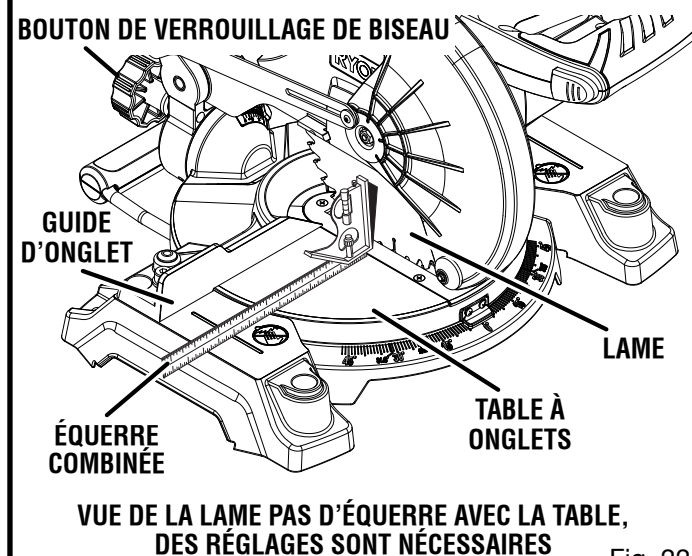

Fig. 22
- Si le haut ou le bas de la lame s'écarte de l'équerre, des réglages, illustrés aux figures 22 et 23, sont nécessaires.